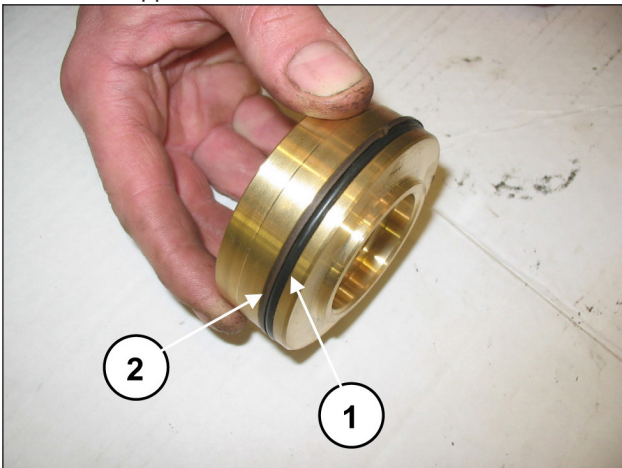

Abb. 125
Montieren Sie den O-Ring, Pos. 19 Explosionszeichnung (Pos. ①, Abb. 125) und den Stützring, Pos. 23 Explosionszeichnung (Pos. ②, Abb. 125) auf die Druckventilkappe.